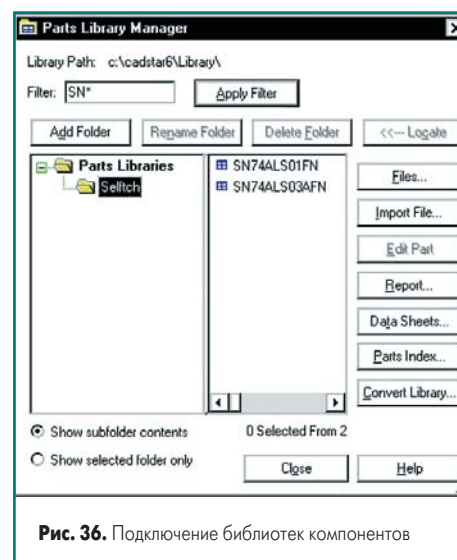

Рис. 36. Подключение библиотек компонентов
2. В появившемся на экране диалоговом окне Parts Library Manager с помощью мыши выделим библиотеку Selftch и нажмем кнопку Data Sheets (рис. 36).
В заключение добавим, что окно Parts Library Manager (рис. 36) обеспечивает быстрый доступ к инструментам редактирования той